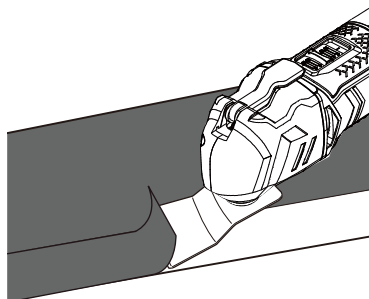

Fig. 16
- > Encienda la herramienta antes de colocar el rascador (12) sobre la pieza de trabajo.
- > Mueva el producto hacia delante a una velocidad constante (Fig. 16).